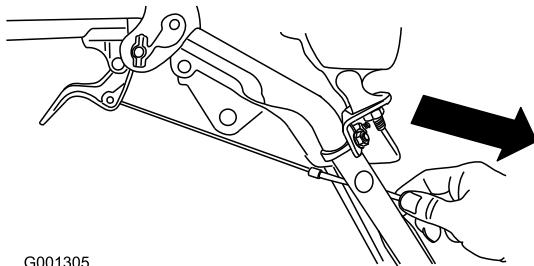

Bild 9
1. Kabelklemme (2)
4. Ziehen Sie den Kabelmantel vorsichtig nach unten, bis der Radkupplungshebel unten ist, und das Kabel kein Spiel mehr hat. Ziehen Sie dann die Mutter an der Kabelklemme fest (Bild 9).